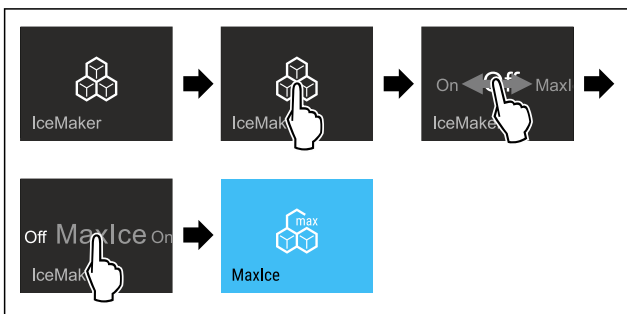

Fig. 28
► Stappen (zie Fig. 28) uitvoeren.